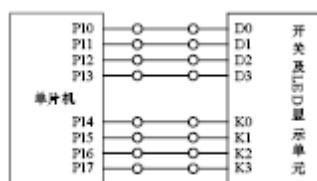

图3-1-1 实验接线图
1. 按图3-1-1 所示，连接实验电路图，图中“圆圈”表示需要通过排线连接；